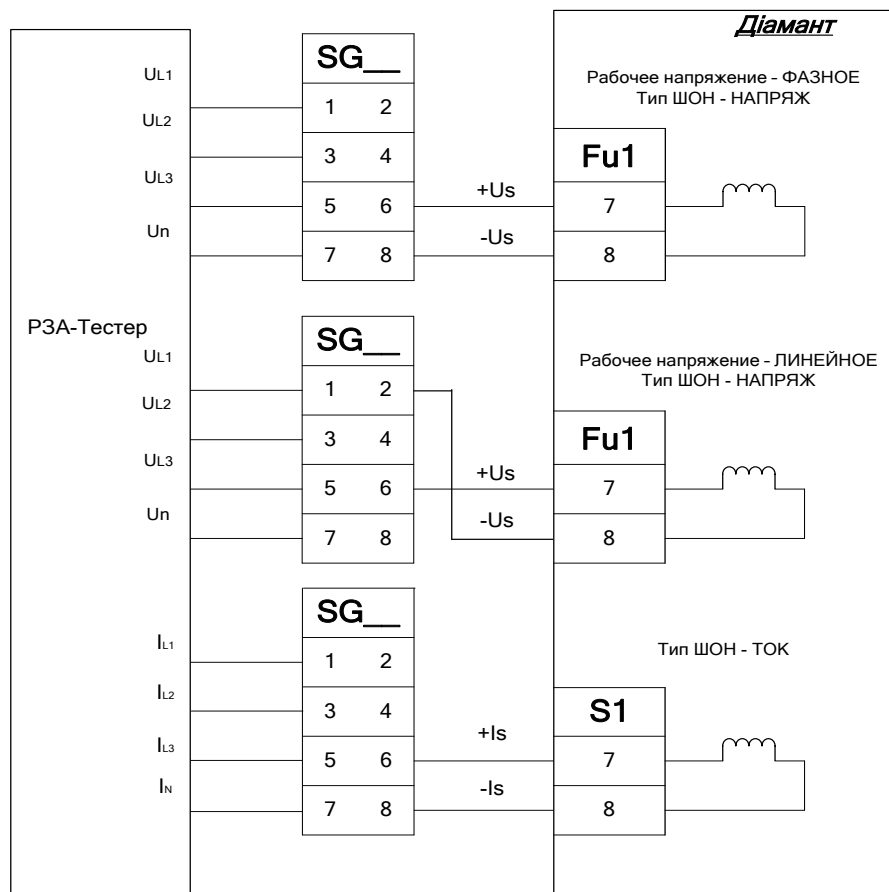

Рис. 7.13 – Подключение аналоговых входов  $U_s$  и  $I_s$  к Діамант
- для АПВ с контролями (в зависимости от значения уставок «РАБОЧЕЕ НАПРЯЖЕНИЕ» и «ТИП ШОН») в соответствии с Рис.7.13 и провести калибровку ШОН;